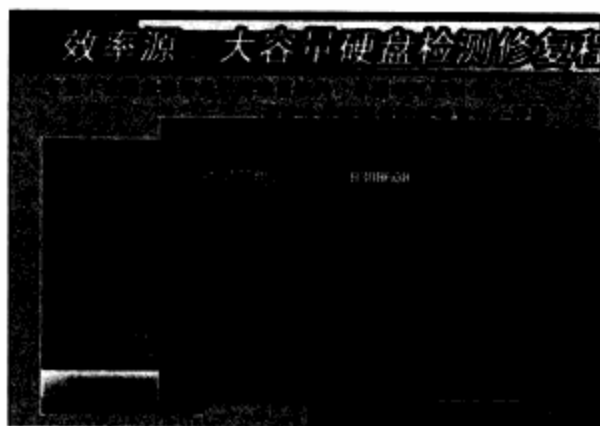

图9-27 手动修复
**步骤 09** 根据在坏道列表中记录下来的情况，在“开始扇区”中输入坏道的起始处，然后按Enter键，在“结束扇区”后输入结束位置，能够修复所有存在的坏道。如图9-27所示。